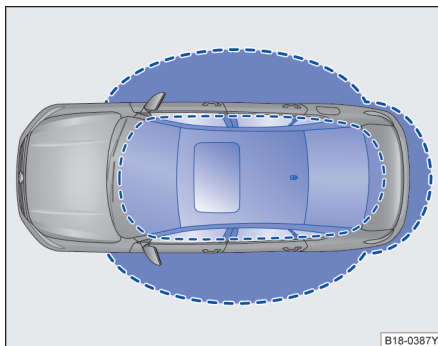
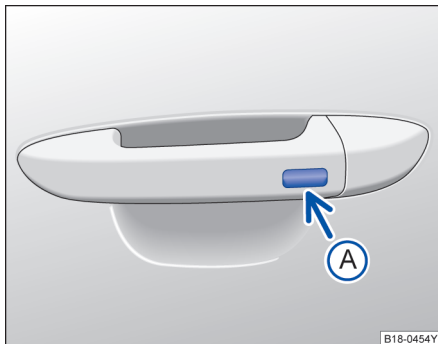

图 23 无钥匙进入闭锁/启动系统：工作范围
图 24 无钥匙系统 Kessy：车门拉手上的按键。
Kessy 是一种无钥匙系统，它可以实现在不操作遥控钥匙的情况下解锁或锁止汽车。操作者只需随身携带一把有效遥控钥匙，并处于车门或行李厢盖的有效感应区域内→图 23，同时按压车门拉手上的传感区之一→图 24 或按压行李厢盖上的按钮进行简单操作即可实现。
如果有一把有效遥控钥匙在接近范围→图 23 内，则无钥匙系统 Kessy 会将访问权限授予该钥匙。紧接着可以在不主动操作遥控钥匙的情况下执行以下功能：
- 按压门拉手的按键→图 24（箭头 A）。
- 按压门拉手的按键→图 24（箭头 A）一次。汽车锁止。
如果在行李厢盖的接近范围内→图 23 有一把有效的遥控钥匙。
如用另一把钥匙在车外闭锁轿车，则车内的钥匙将被锁止，无法启动发动机→第 39 页。如需使车内钥匙获得许可启动发动机，则可按压车内钥匙上的 [6] 按钮→图 23